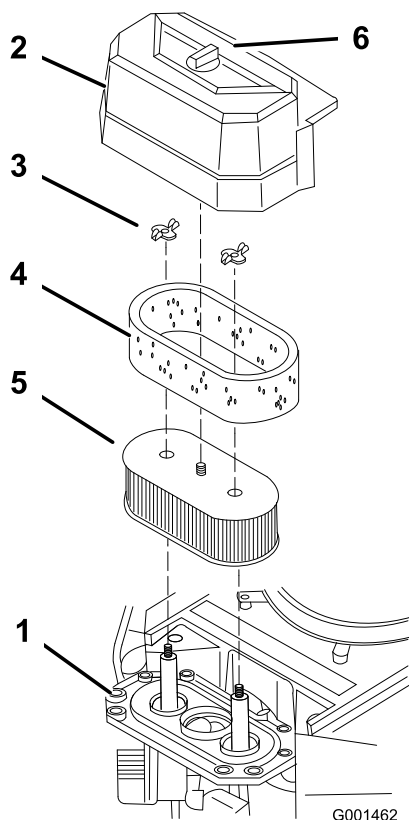

Figura 42
3. Limpie alrededor del limpiador de aire de forma que la suciedad no penetre en el motor y cause daños (Figura 42).
4. Desenrosque el pomo de la cubierta y retire la cubierta del limpiador de aire (Figura 42).
5. Desenrosque las tuercas de orejeta y retire el conjunto del limpiador de aire (Figura 42).
6. Retire cuidadosamente el filtro de gomaespuma del filtro de papel (Figura 42).
1. No limpie el filtro de papel, cámbielo (Figura 42).
1. Deslice cuidadosamente el filtro de gomaespuma sobre el filtro de papel (Figura 42).
2. Coloque el conjunto del limpiador de aire sobre su base o manguera y sujételo con la abrazadera (Figura 42).
3. Coloque en su posición la cubierta del limpiador de aire y apriete el pomo de la cubierta (Figura 42).